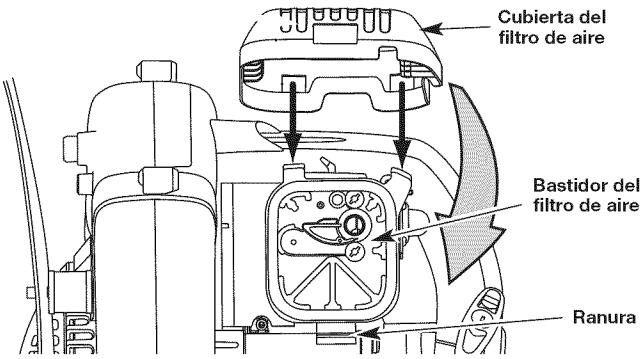

Fig. 28
8. Mueva la cubierta hacia la izquierdo derecho hasta que la orejeta del filtro de aire calce en su lugar en la ranura de la placa posterior (Fig. 28).